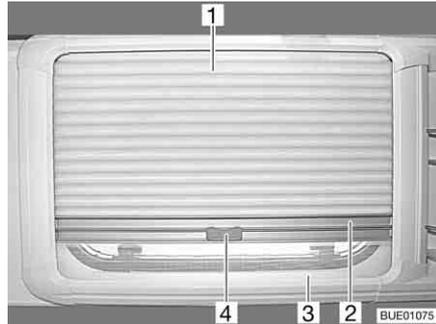

Fig. 52 Ventana abatible
- Sujetar el estor plegable (Fig. 52,1) por el centro del agarradero (Fig. 52,2), tirar de arriba hacia abajo y soltarlo a la altura deseada. El estor plegable se queda fijo a esta altura.
- Tirar del tirador (Fig. 52,4) de la mosquitera enrollable (Fig. 52,3) hacia arriba hasta que choque con el estor plegable (Fig. 52,1).
- Inclinar el tirador (Fig. 52,4) de la mosquitera enrollable.